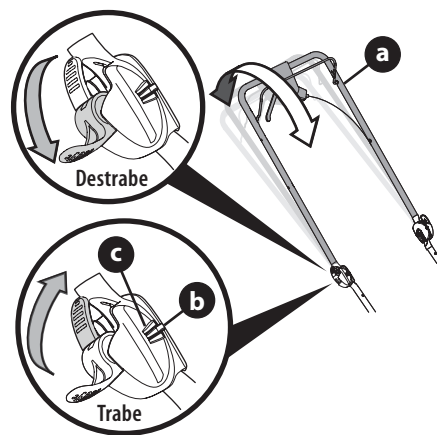
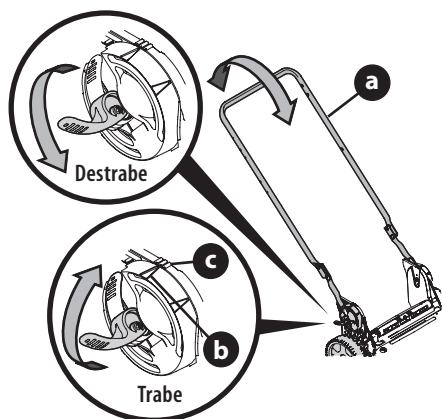

Figura 26
Figura 27
**NOTA:** para las manijas EZ-Fold consulte la Figura 26 o para las manijas de almacenamiento vertical consulte la Figura 27 a la página 37.